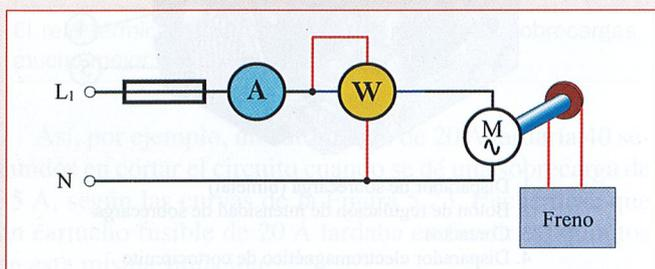

Figura 5.32.
**5.1. Comprobación práctica de las diferentes cargas de trabajo de un motor.** Con esta actividad vamos a comprobar que los motores no trabajan siempre a la misma potencia. Para llevarla a cabo necesitaremos un motor monofásico, un amperímetro, un vatímetro y un freno, por ejemplo, de polvo magnético, tal como se muestra en el esquema de conexiones de la Figura 5.32. Con ayuda del profesor, arranca el motor y somételo a diferentes pares de frenado. Anota los resultados obtenidos de las diferentes lecturas de los aparatos de medida.